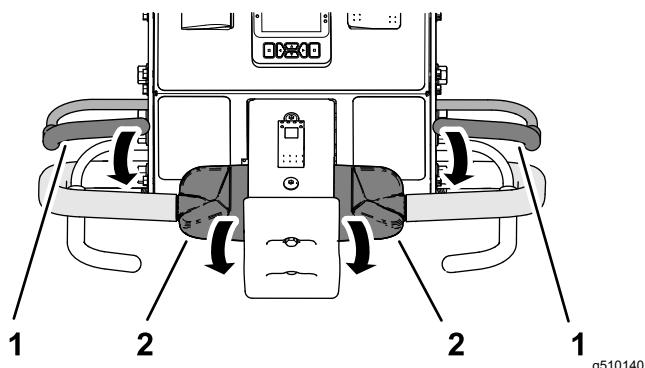

図 33
2. どちらかのオペレータペイルをハンドルバーと共に握り込み、走行コントロールの上部を前方に回転させる図 33。